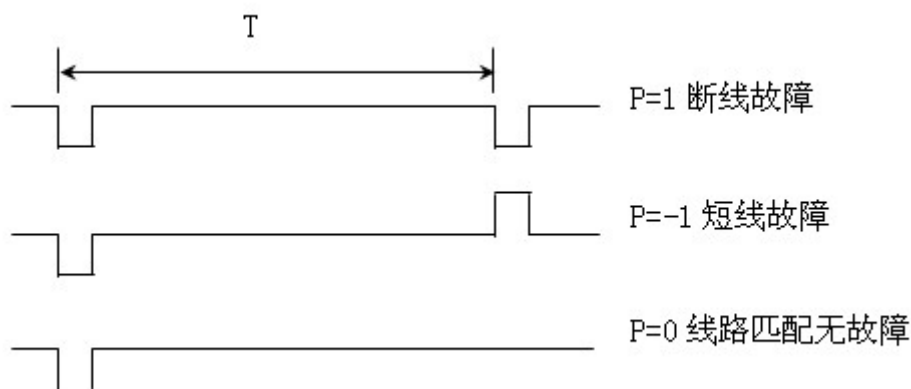

图 1 不同故障的反射波形
$V$  为电波在线路中的传播速度, 与线路一次参数有关, 对每种线路它是一个固定值, 可通过计算和仪器实测得到。将脉冲源的发射脉冲和线路故障点的反射波以一显示器实时显示, 并由仪器提供的时钟信号可测得时间  $T$ 。因此线路故障点的距离  $L_x$  便可由 (2) 式求得。不同故障时的波形图如图 1 所示。